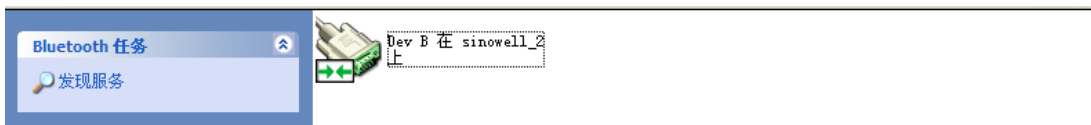

图 13 蓝牙串口连接成功
蓝牙连接成功后，在“我的蓝牙位置”中出现  sinowell_2 未知: 主要 (31) 图标，双击该图标后，出现“Dev B 在 sinowell_2 上”图标，如图 13 所示：